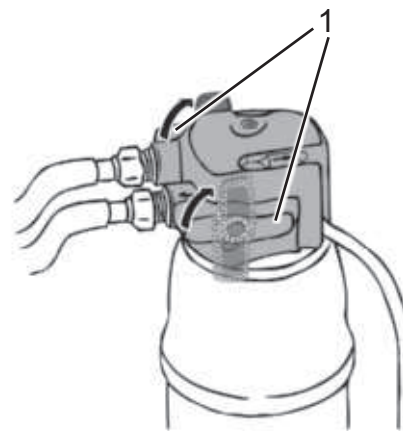

Abb. 22
2. Entriegeln Sie den Filterkopf. Drehen Sie dazu den Verriegelungshebel in die gezeigte Pfeilrichtung (Abb. 22/1).